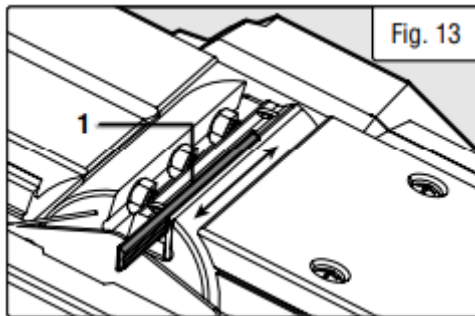

Fig. 13
5. Segure o cabeçote no lugar e deslize cuidadosamente a lâmina (Fig. 13 - 1) para fora, em direção ao lado do protetor da lâmina. Você também pode usar um bloco de madeira para empurrar a lâmina para fora do cabeçote.
8. **Insira a lâmina com o lado afiado voltado para cima** no suporte de lâmina do cabeçote (Fig. 13).